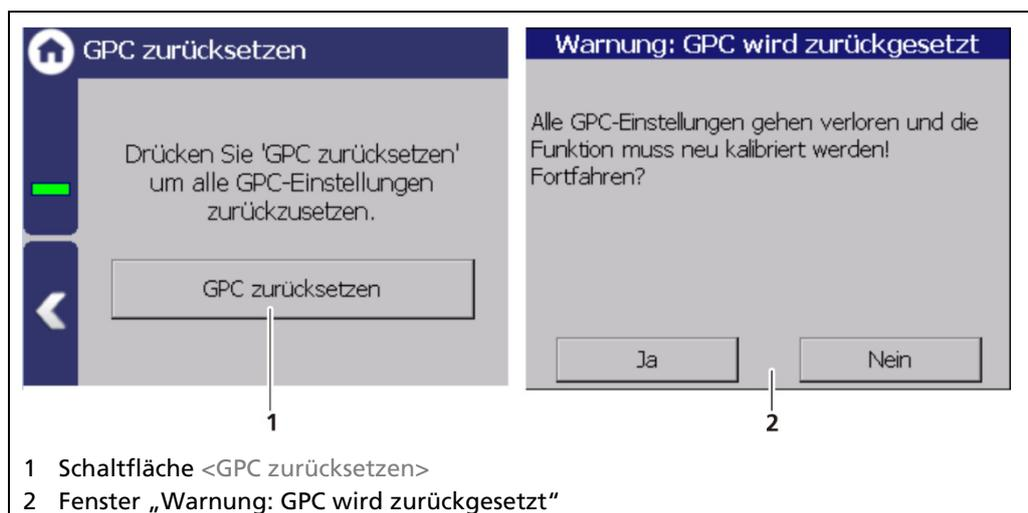

Abb. 99 GPC zurücksetzen
1. Klicken Sie auf die Schaltfläche <GPC zurücksetzen> (Abb. 99, Pos.1).
▶ Eine Bestätigungsmeldung (Abb. 99, Pos. 2) erscheint.